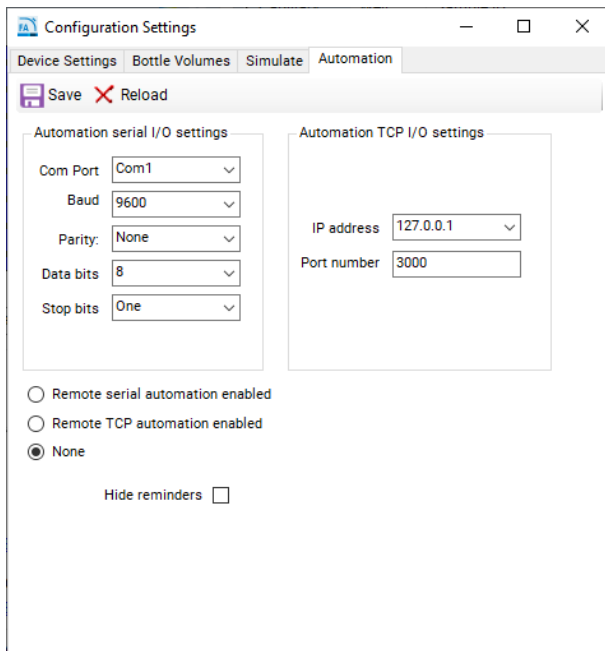

Figura 108 Menú de configuración de la automatización del sistema 5400 Fragment Analyzer
Se abrirá la ventana **Configuration Settings** (Ajustes de configuración) (**Figura 108**).
- 7 Para habilitar la comunicación por puerto serie, seleccione **Remote serial automation enabled** (Automatización remota por puerto serie habilitada) y asegúrese de que los parámetros estén configurados tal como se especifica en la sección “**Especificaciones de comunicación del sistema 5400 Fragment Analyzer**” en la página 173 y se muestra en la **Figura 108**.